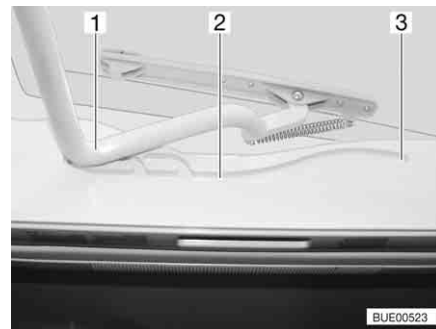

Fig. 105 Claraboya Heki, guía
- Tirar la horquilla (Fig. 105,1) en las guías (Fig. 105,2) hasta la posición trasera final (Fig. 105,3).
- Empujar el estribo (Fig. 105,1) ligeramente hacia arriba con ambas manos.
- Tirar el estribo en las guías (Fig. 105,2) hasta la posición deseada.